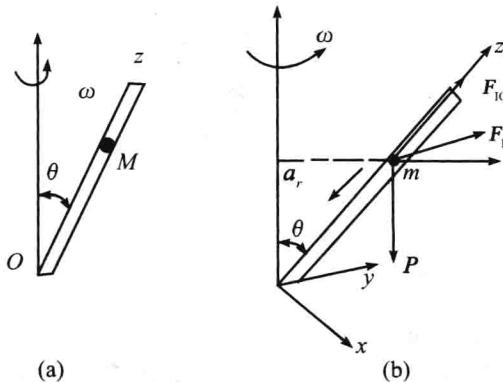

图 1-2
**例 2** 如图 1-2(a),一根与铅垂轴成夹角  $\theta$  的光滑直管,以匀角速度  $\omega$  绕该铅垂轴转动,求管内质点相对于管的运动微分方程。
**(解)** 建立图示坐标系,  $y$  向里面,如图 1-2(b)所示